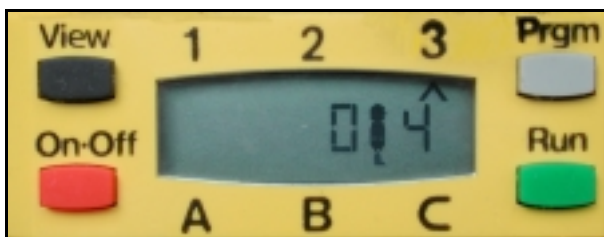

Figura 8.2
- Por medio del botón **View** del RCX, selecciona el sensor 3 para ver su lectura (la flecha presente en el LCD debe apuntar al sensor 3, tal y como se puede ver en la figura 8.2).